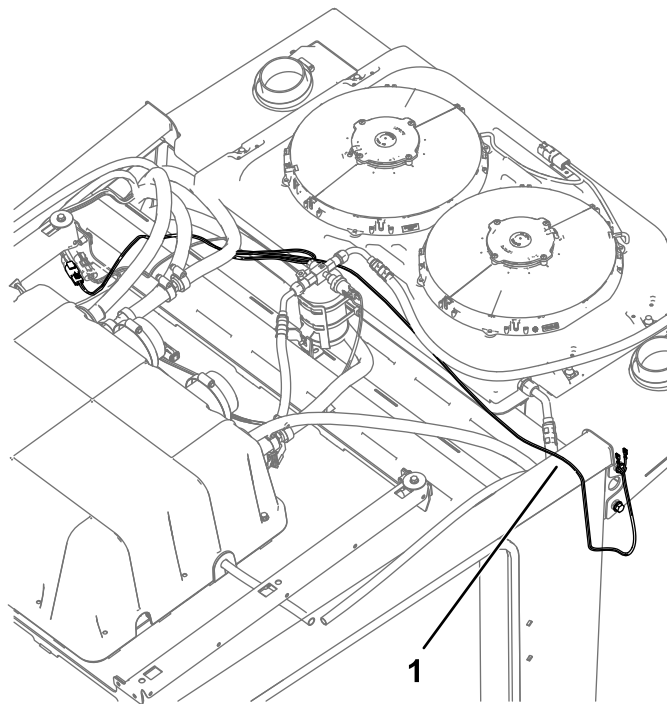

Figur 2
2. Leta upp hyttkablagent lösa uttag med två stift på hyttens ovasida och anslut strömkontakten för varningslampans kablage (Figur 2).